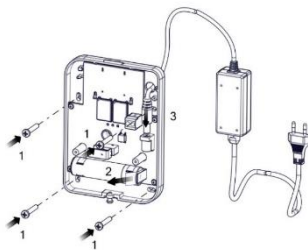

Figura 2
2. Fissare la base a muro utilizzando i fori a sfondare e fare passare il cavo di alimentazione (vedi Figura 2).
3. Rimuovere la protezione della batteria e connettere una fonte di alimentazione tra 10V e 16V AC o DC ai morsetti AC/DC (vedi Figura 2).